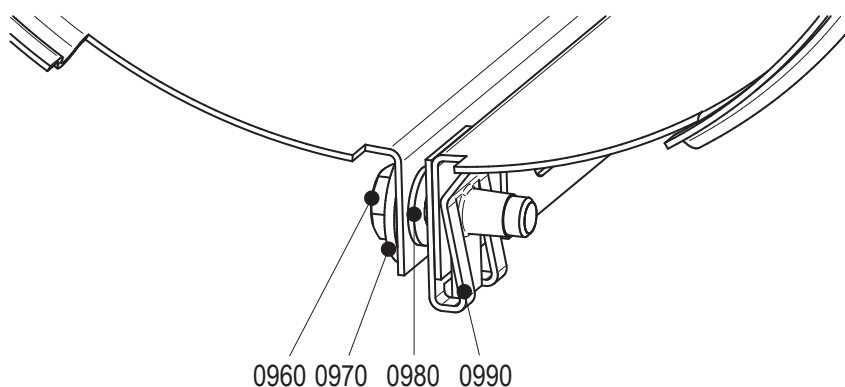

Figure10:
- 1 Desserrez les boulons (0960). Voir figure 10.
- 3 Fermez l'enveloppe et posez un boulon (0960). Voir figure 10.
- Fermez l'enveloppe et posez un boulon (0230) et un boulon (0960). Voir figure 10.